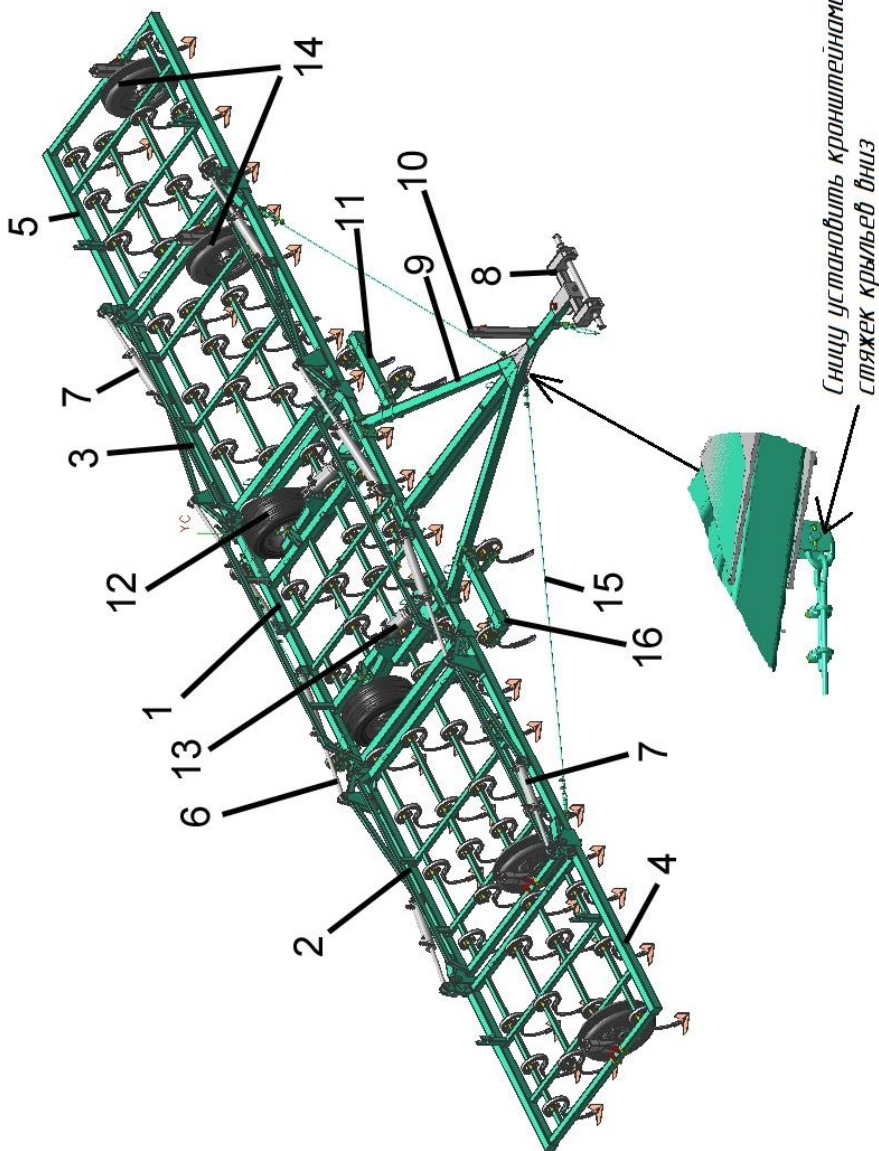
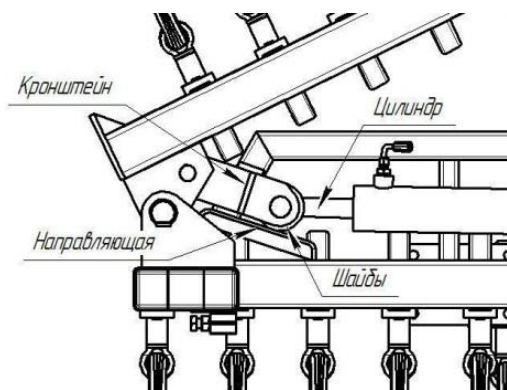

Рисунок 1 – Общий культиватора в рабочем положении
Рисунок 14
3.1 Культиватор КПП-12 представляет собой полунавесную машину, состоящую (рисунок 1) из центральной секции 1, прицепного устройства 9, двух крыльев 2 и 3, правого и левого открьлков 4 и 5, опорных колёс 12, копирующих колёс 14, следорыхлителей 16 и гидросистемы.
4.4 Перевод в рабочее положение (см. рис.1 и рис.14):
!При переводе культиватора из транспортного положения в рабочее, для плавного открытия крыла (открылка), убедитесь в том, что шайбы кронштейна лежат на наклонной поверхности направляющей (см. рис.14)!